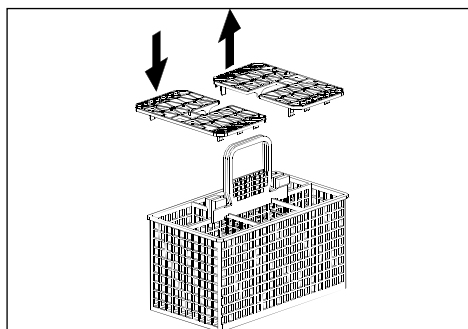

Abb. 13
**Besteckkörbchen** (siehe Abb. 13)